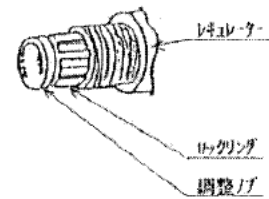

図1
- (1) 圧縮空気の供給側が閉じてあることを確認して下さい。
- (2) コンパクトレギュレータの調整ノブのロックリングが手前側にあることを確認後（奥側にある場合は、回転しません）、調整ノブをLOW側（反時計方向）に停止するまで回して下さい。（図1）